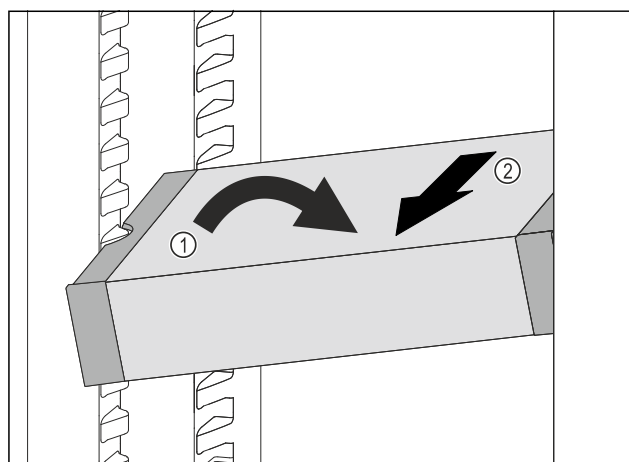

Fig. 171
- ▶ Встановити VarioSafe під кутом в охолоджувальному відділенні. Fig. 171 (1)
- ▶ Витягнути VarioSafe вперед. Fig. 171 (2)